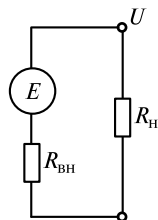

Рис. 1.11. Замкнутая цепь постоянного тока (к задачам 1.68, 1.72)
Постоянный ток в замкнутой цепи (рис. 1.11) согласно закону Ома
1.68. Какое внутреннее сопротивление должен иметь источник ЭДС в электрической цепи (см. рис. 1.11), чтобы КПД был не менее 95 %? Сопротивление резистора нагрузки составляет 190 Ом.
1.72. Для цепи постоянного тока (см. рис. 1.11) заданы напряжение холостого хода $U_{х.х} = 24$ В и ток короткого замыкания $I_{к.з} = 8$ А. Выбрать такое сопротивление потребителя, чтобы КПД был равен 90 %. Найти мощность потребителя в указанном режиме работы.